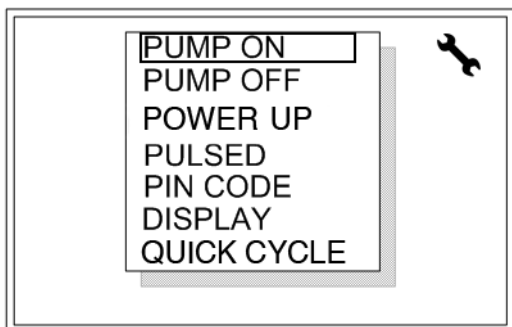

Рис. 22
- Если вы ввели верный PIN-код, на экране появится меню System Setup (Настройка системы), представленное на Рис. 22.
- Для перемещения курсора по списку меню настройки (см. Рис. 22) используются стрелки вверх и вниз.